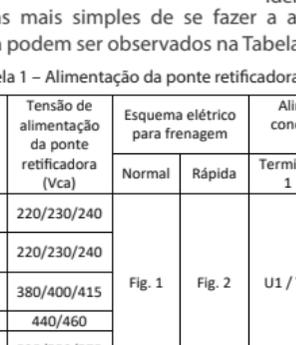

Figura 1 - Esquema de ligação para a ponte retificadora para frenagem normal
A) Frenagem normal: deste modo a alimentação da ponte retificadora pode ser feita diretamente a partir dos terminais de alimentação do motor, conforme mostrado na Figura 1.